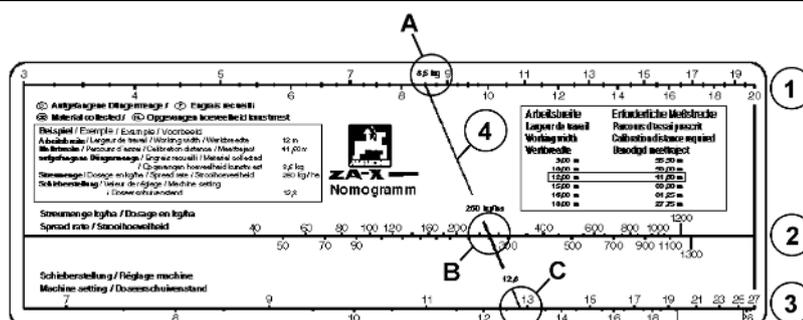

Fig. 67
1. Den Auffangbehälter (Fig. 67/1) mittels Bügel an der Halterung (Fig. 67/2) einhängen. Auffangbehälter an der Klemmvorrichtung (Fig. 67/3) einrasten.
2. Den Seitenschieber (Fig. 67/4) der Auslaufrolle ca. 5 sec. durch Ziehen am Seil (Fig. 67/5) vollständig öffnen (um gleichmäßigen Düngerausfluss zu gewährleisten). Hiernach die aufgefangene Düngermenge wieder in den Behälter des Streuers zurückschütten.
5. Messstrecke von Anfangs- bis Endpunkt unter Feldbedingungen, d.h. mit vorgesehener, konstanter Arbeitsgeschwindigkeit exakt abfahren. Hierbei den Seitenschieber (Fig. 67/4) der Auslaufrutsche mittels Seil (Fig. 67/5) exakt am Messstreckenstartpunkt vollständig öffnen (bis gegen den Anschlag ziehen) und am Endpunkt schließen (beim Loslassen des Seils zieht die Feder (Fig. 67/6) den Seitenschieber in Schließposition).